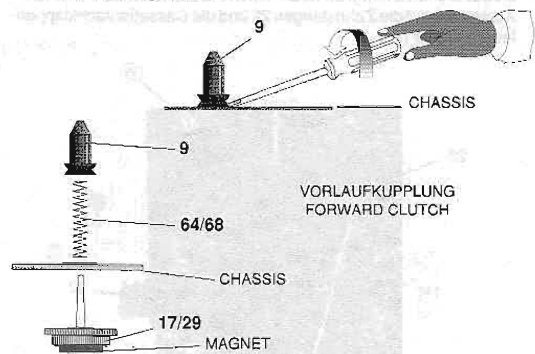

Fig. 10
- Wickeldorn 9 aushebeln und abziehen (Fig. 10 und 11).
- Lift off and remove the spindle 9 (Figs. 10 and 11).